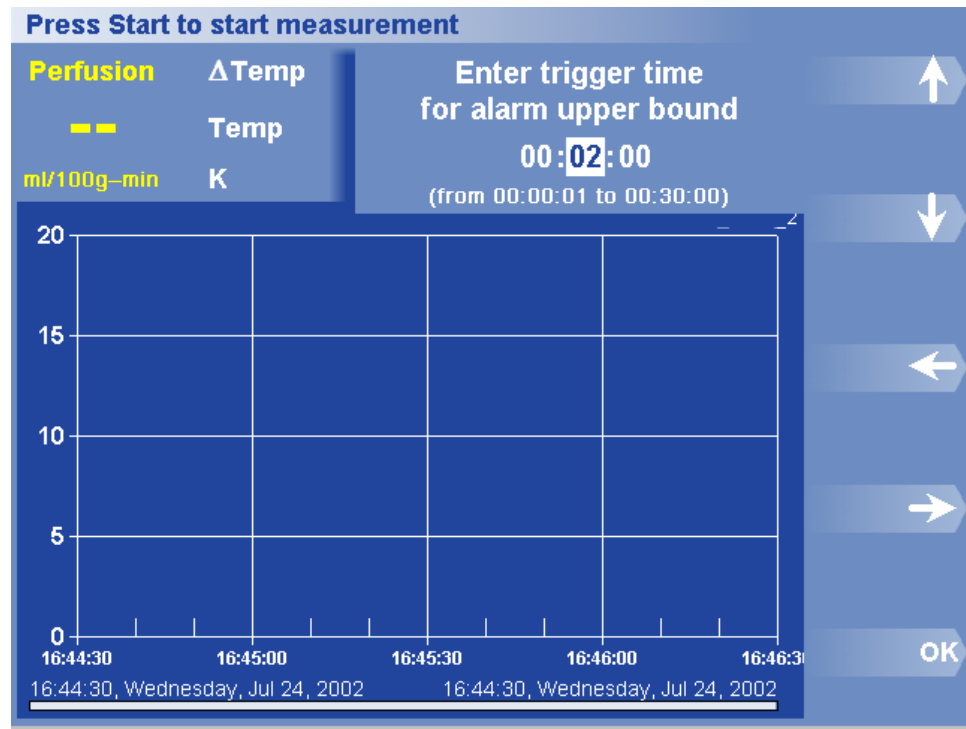

Figure 12. Boîte de dialogue Alarm Upper Bound Trigger Time (Heure de déclenchement de la limite supérieure d'alarme)
1. Cliquez sur Options > Set Alarm > Upper Bound > Trigger Time (Option > Définir une alarme > Limite supérieure > Heure de déclenchement). La boîte de dialogue Enter Upper Trigger Time (Entrer l'heure de déclenchement supérieure) s'ouvre (figure 12).